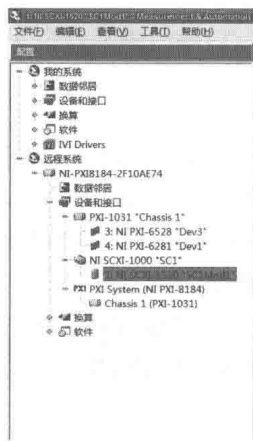

图 15-13 完成采集卡和信号调理箱的识别
step 4 如图 15-13 所示, 在远程系统中完成 PXI 机架、采集卡和信号调理箱识别。